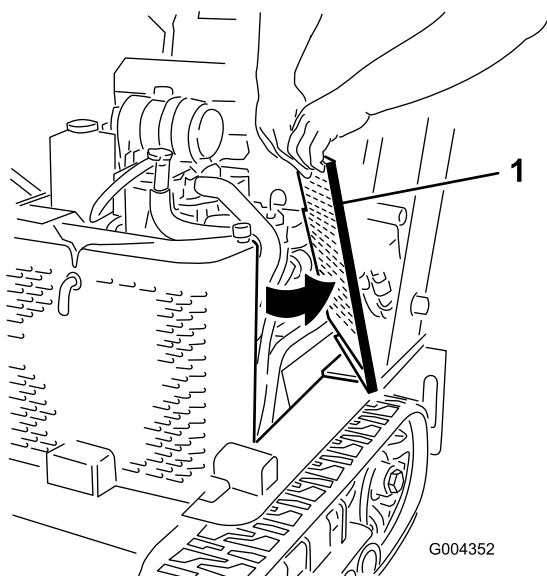

Figura 23
2. Deslice las rejillas laterales (Figura 23) hacia arriba y retírelas de las ranuras de la rejilla delantera y del bastidor.